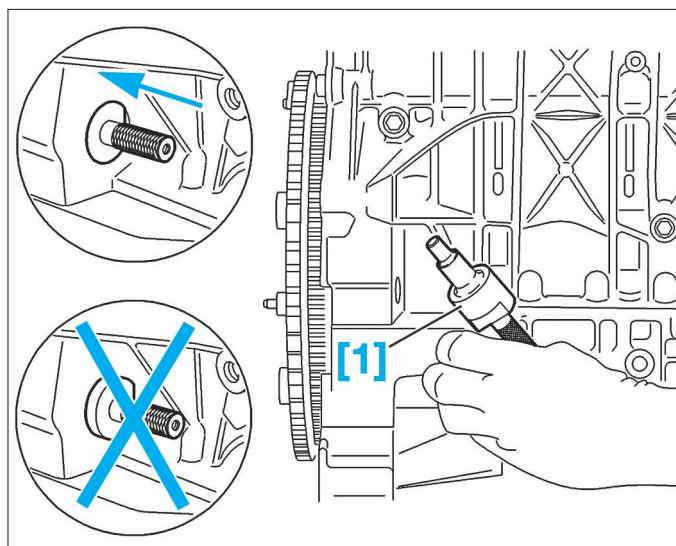

FIG. 32
- Pige de calage du volant moteur [1] (Fig.32).
- Piger le volant moteur à l'aide de l'outil [1] (Fig.32).